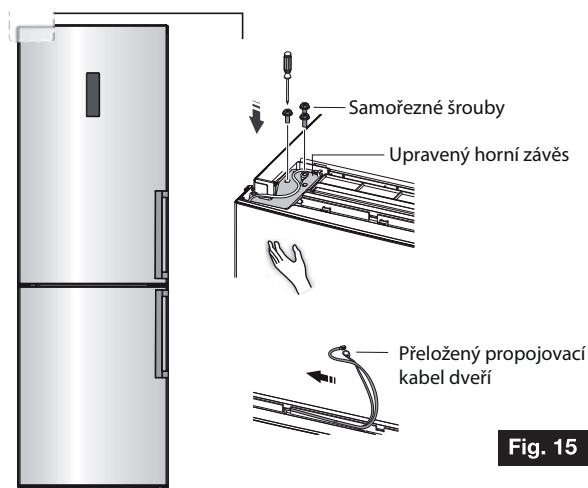

Fig. 15
15. Nasadte dvířka na závěsný čep, vyrovnejte je a jistěte rukou proti pádu. Fig. 15 Přiložte upravený horní závěs, přeložte propojovací elektrický kabel vedený v horní hraně dvířek zprava doleva a přiveďte jej nad přiloženým závěsem ke konektoru kabelu v těle chladničky. Závěs (a zemnicí vodič) upevněte 3 samořeznými šrouby.